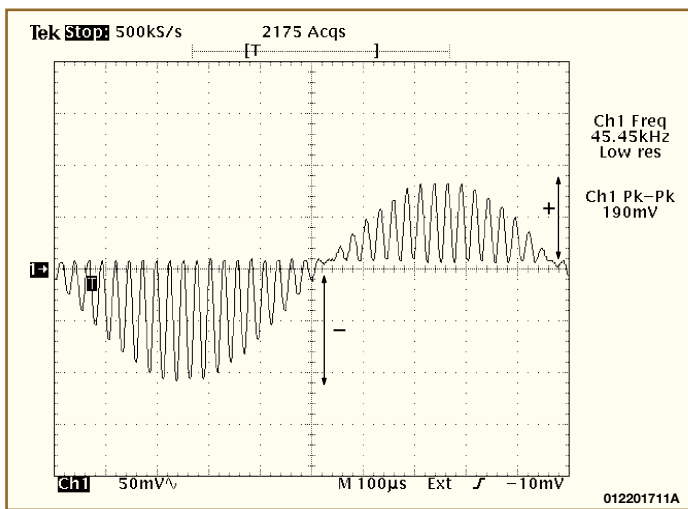
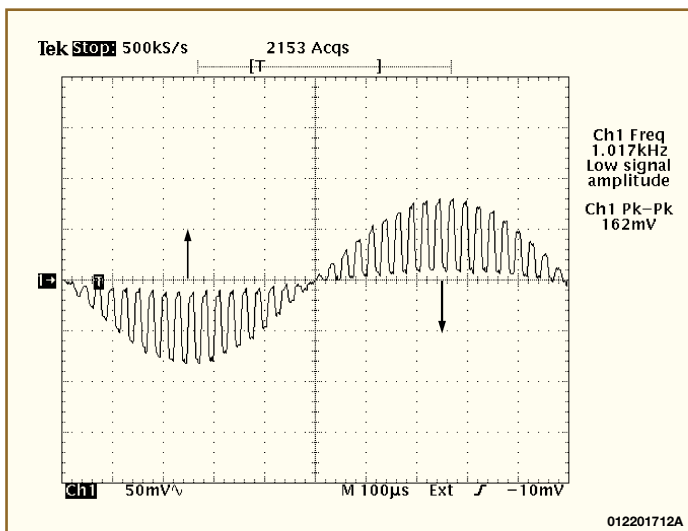
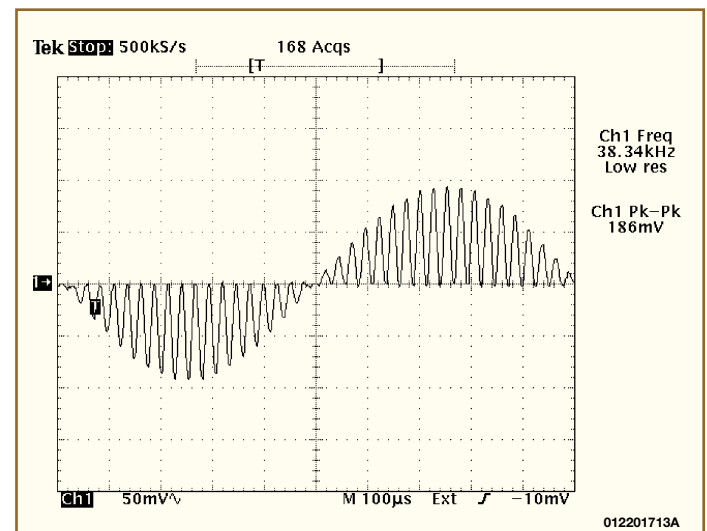

Bild 11: Mit dem Trimmer R 23 wird die Symmetrie des Signals bezüglich positivem und negativem Spitzenwert eingestellt.
Bild 12: Mit L 1 bringt man die positiven und negativen Minimalwerte des Signals so nahe wie möglich an die Nulllinie.
Bild 13: Signal nach beendetem Abgleich
- Mit dem Trimmer R 23 wird die Symmetrie des Signals bezüglich positivem und negativem Spitzenwert eingestellt, siehe Abbildung 11. Stellen Sie mit R 23 positiven und negativen Spitzenwert gleich groß ein, d. h., das Signal ist symmetrisch zur Nulllinie, siehe Abbildung 13.
- Mit L 1 versucht man, die positiven und negativen Minimalwerte des Signals so nahe wie möglich an die Nulllinie zu bringen, siehe Abbildung 12. Das Signal soll Abbildung 13 entsprechen.